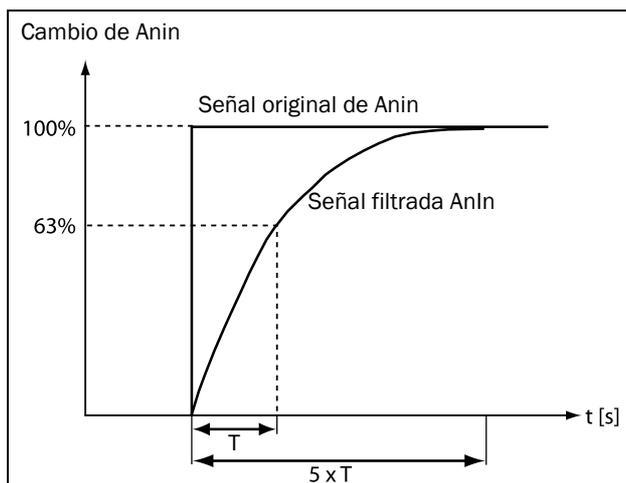

Fig. 87
Si la señal de entrada es inestable, se puede utilizar el filtro para estabilizarla. Consulte el capítulo Fig. 87. Así, se alcanzará un cambio del 63 % en la entrada analógica en el tiempo configurado en «Filtro Anin» (T). Cuando haya transcurrido 5 veces el tiempo definido (p. ej. $5 \times T$), Anin habrá alcanzado el 100 % del cambio en la entrada.